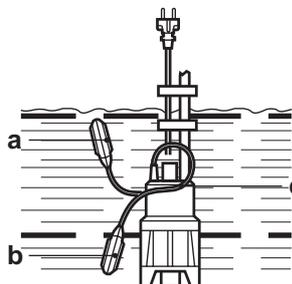

Fig. 6
- > Le flotteur [8] démarre l'appareil lorsque l'eau est à un niveau donné (dit niveau de démarrage) (Fig. 6, a). La pompe fonctionne en continu jusqu'à ce que l'eau descende à un niveau donné (dit niveau d'arrêt), puis le flotteur [8] éteint l'appareil (Fig. 6, b).
- > La hauteur des niveaux de démarrage et d'arrêt automatique de la pompe se règle selon certains paramètres, en ajoutant ou en enlevant de la longueur au câble de l'interrupteur à flotteur [9]. Le câble du flotteur [9] s'attache simplement à sa fixation [10] (Fig. 6, c).